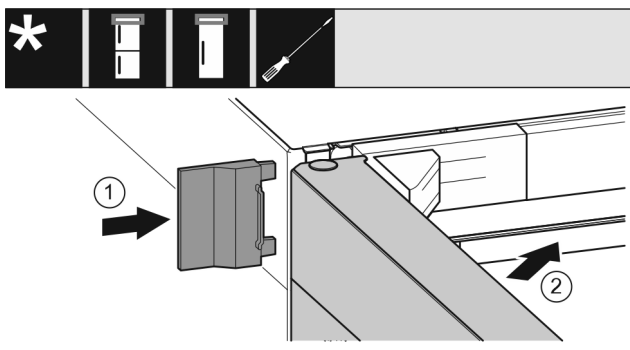

Fig. 66
- Äußere Abdeckung Fig. 66 (1) aufschieben.
- Obere Tür Fig. 66 (2) schließen.